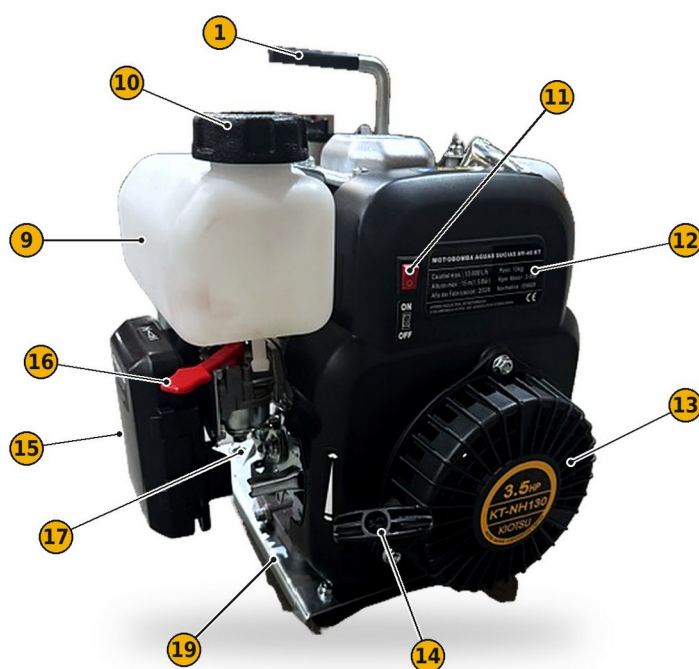

FIG. 6 — AY-40 KT : côté commandes du moteur
- 2) Placez l'interrupteur du moteur (FIG. 3, n° 6, ou FIG. 6, n° 11) sur la position ON.
- 4) Moteur froid, fermez le starter (FIG. 4, n° 14, sur l'AY-25 KT ; levier rouge, FIG. 6, n° 16, sur l'AY-40 KT). Moteur chaud ou par température ambiante élevée, ce n'est généralement pas nécessaire.
- 5) Placez le levier d'accélérateur (FIG. 3, n° 7, ou FIG. 6, n° 17) environ à mi-course entre la position de ralenti (tortue) et la position de vitesse maximale (lièvre).